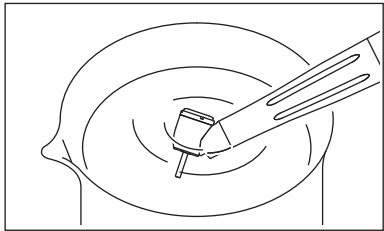

図5
- 3) ハンドピースを回転させ、そのままきれいな水の中にヘッド半分が隠れるくらいまで入れます。（図5）